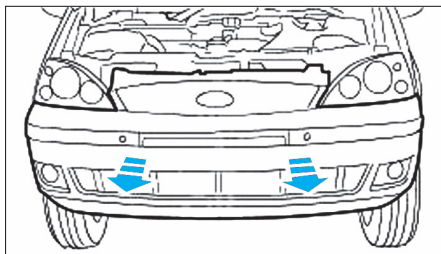

Fig. 83
- Extraire le bouclier avant comme illustré (Fig.83).